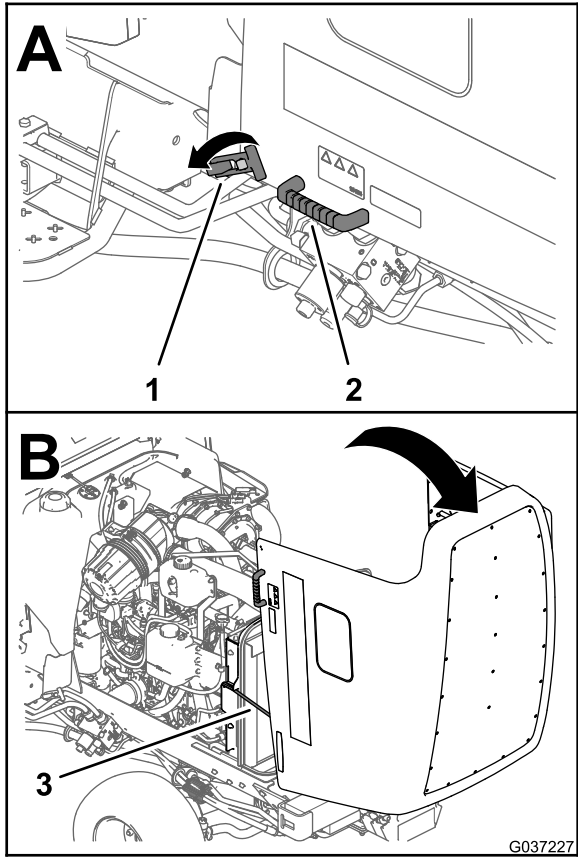

Bild 73
3. Heben Sie die Motorhaube mit den neben den Riegeln angebrachten Griffen hoch und zurück, bis die zwei Stützstangen in den zwei Stützhalterungen sitzen (Bild 73).